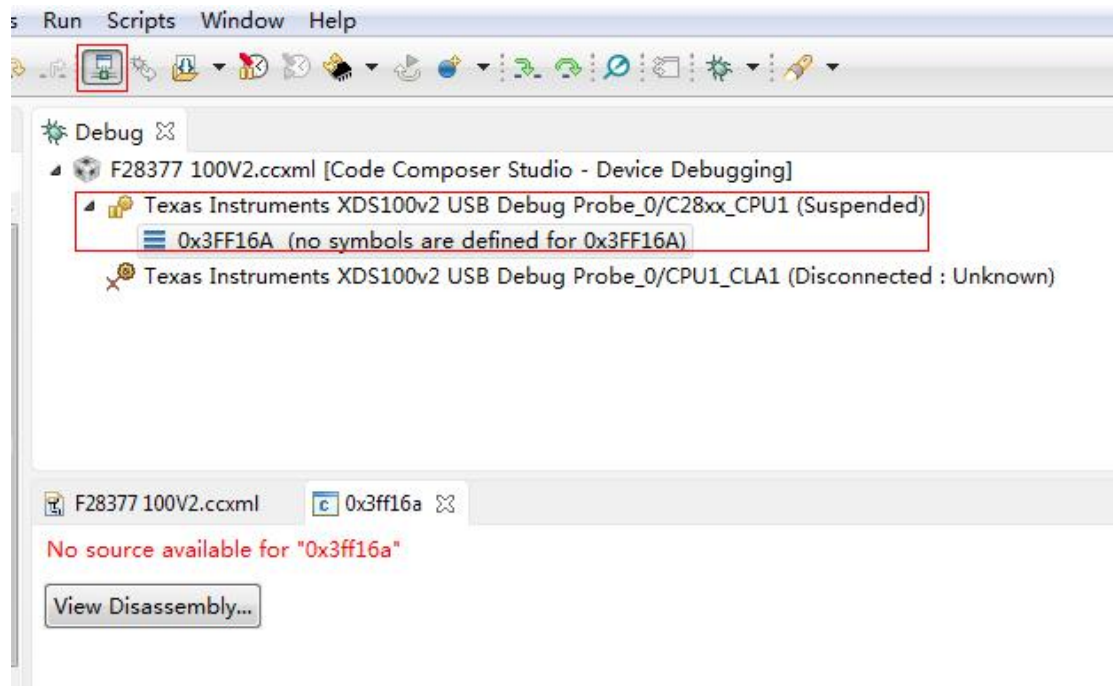

图 3-2-1 连接界面
- (1) 首先将 CCS6.1 开发环境打开;
(3)连接目标板, 出现如下图 3-2-1 则表示连接成功;